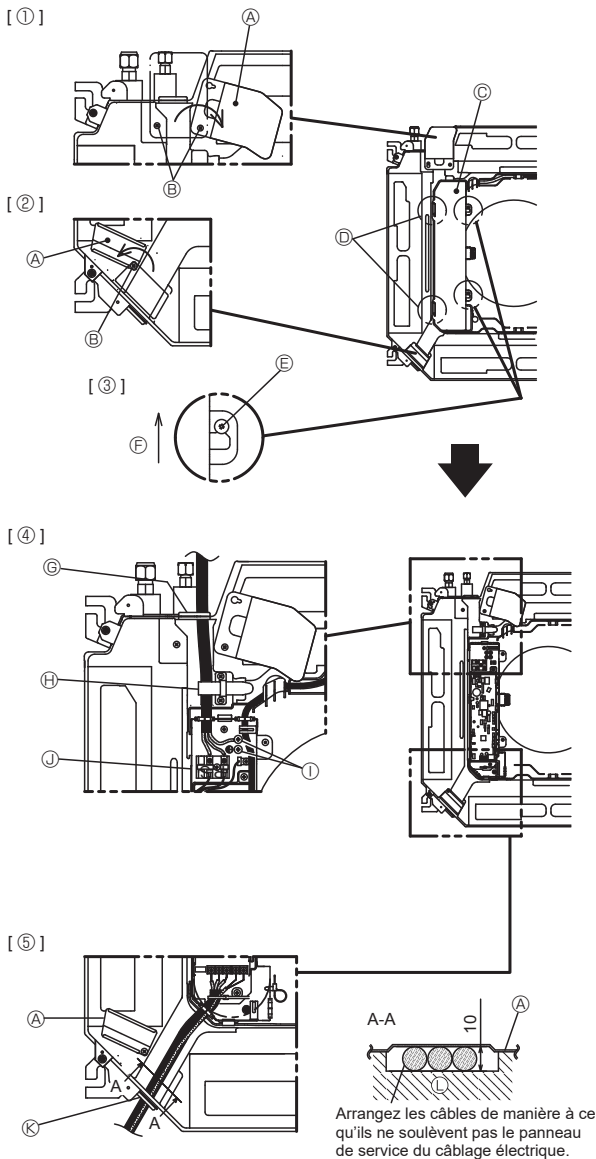

Fig. 5-1
### 5.1. Appareil intérieur (Fig. 5-1)
1. Desserrez les deux vis de fixation du panneau de service du câblage électrique et faites tourner le panneau. [Fig. 5-1 ①]
2. Desserrez la vis fixant le panneau de service du câblage électrique au niveau de l'entrée de câble (câble de télécommande et câble de raccordement intérieur-extérieur) puis tournez le panneau dans la position indiquée sur le diagramme. [Fig. 5-1 ②]
3. Desserrez les deux vis de fixation du couvercle du boîtier électrique et faites glisser le couvercle. [Fig. 5-1 ③]
4. Faites passer le câble d'alimentation et le câble de terre via les entrées de fils indiquées sur le diagramme et raccordez-les. [Fig. 5-1 ④]
5. Faites passer le câble de la télécommande et le câble de raccordement des appareils intérieur-extérieur via les entrées de fils indiquées sur le diagramme et raccordez-les. [Fig. 5-1 ⑤, Fig. 5-2, Fig. 5-3]